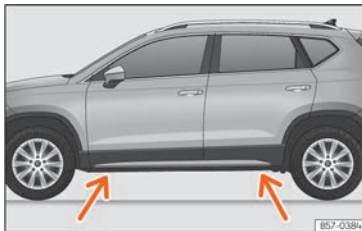

Abb. 228 Aufnahmepunkte für den Wagenheber.
- Suchen Sie am Längsträger die Markierung des Wagenheberaufnahmepunktes (Eindrückung), die dem zu wechselnden Rad am nächsten liegt >>> [Abb. 228].